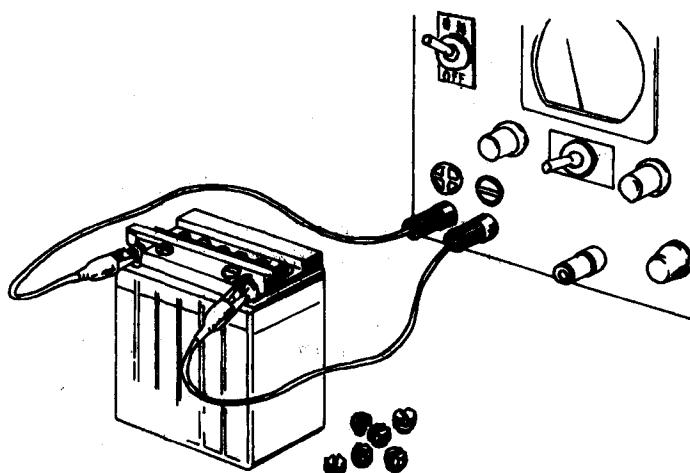

图 1-2 蓄电池的充电
③如图 1-2 所示,取下注液孔盖,将充电机的正负极分别与蓄电池的正负极相连接,然后将充电机电压调至与蓄电池电压一致,打开电源,调节充电机的充电电流为蓄电池额定容量的 1/10。当单体电池的电压升高到 2.3~2.4V 时,转入第二阶段充电。
④第二阶段的充电电流为第一阶段的充电电流的 1/2。当单体电池升高到 2.6~2.7V,并且在 2~3h 内不再升高,电解液中冒出大量均匀细密的气泡时,用比重计测量各单体电池内电解液相对密度。若电解液相对密度偏低时,则应加注相对密度较高的电解液进行调节;若电解液相对密度偏高时,则应加注蒸馏水进行调节,直至各单体电池内电解液相对密度调节到 1.27~1.29(液温为 20℃)。然后继续充电 1~2h,调节电解液相对密度达到要求。最后切断电源,盖牢注液孔盖,用水冲洗去蓄电池壳体表面的电解液,用布擦干待用。
⑤充电过程中,当电解液温度超过 45℃ 时,应适当减小充电电流,以降低温度。充电过程中应尽可能保证连续进行,不要长时间中断。